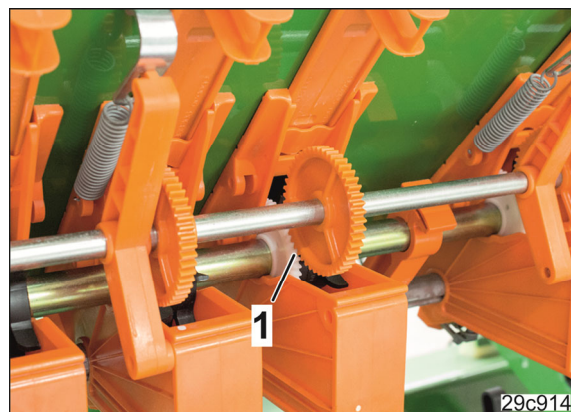

Bild 254
- 10.1 Se upp så att kugghjulens kuggar (Bild 254/1) griper in i varandra.